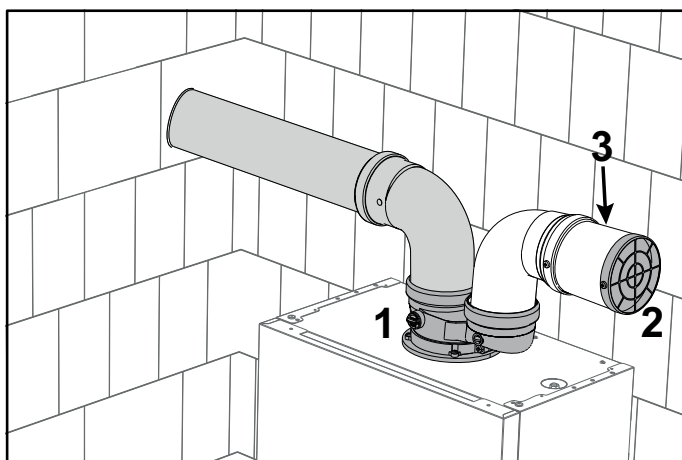

fig. 31 - Griglia di protezione
Installare l'accessorio di partenza (rif. 1 fig. 31 - cod. **041101X0**). Nel condotto di aspirazione deve essere montata la griglia di protezione (rif. 2 - fig. 31 - cod. **1KWMA85A**). Se necessario, inserire un tronchetto (3) fra griglia e accessorio.